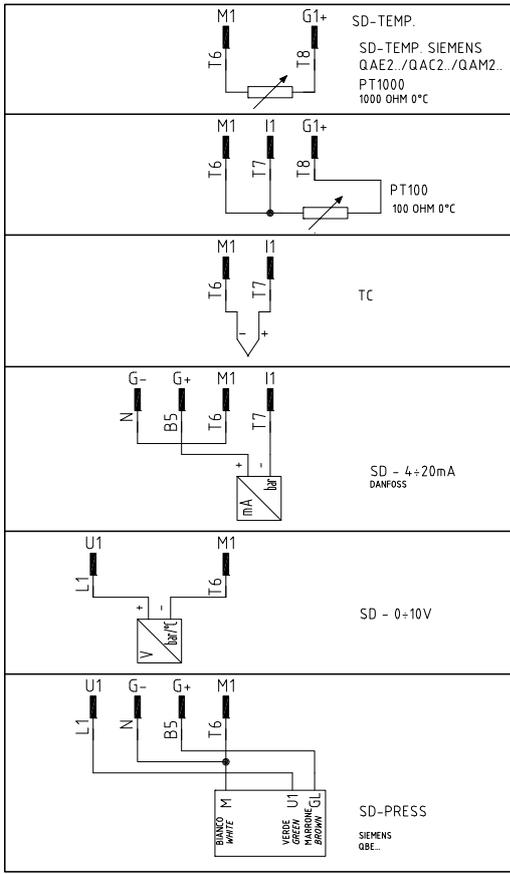
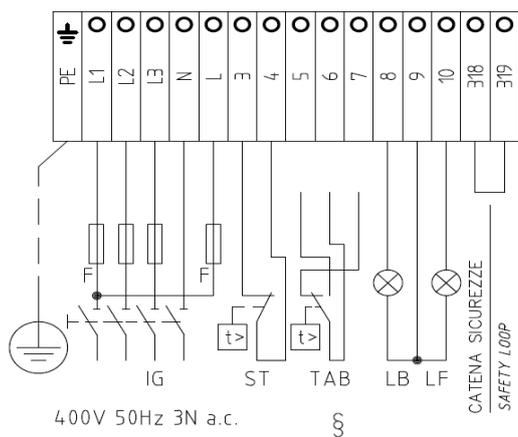

Fig. 26: Collegamento sonde
Fig. 28 Morsetteria alimentazione bruciatori
- 1 Collegare i conduttori relativi al segnale di consenso dalla caldaia verso il bruciatore, per i seguenti componenti (Fig. 26, Fig. 28):
- 2 Collegare i conduttori relativi al segnale di consenso dal bruciatore verso la caldaia, per i seguenti componenti (Fig. 26, Fig. 28)